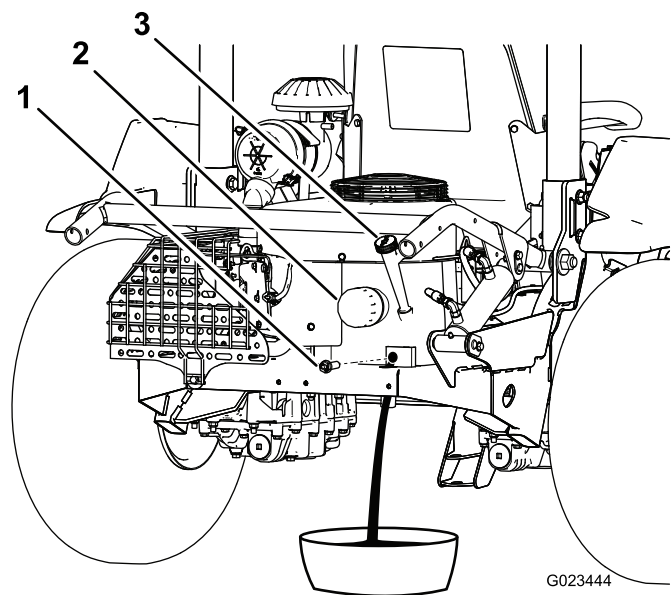

Figure 37
3. Enlevez le bouchon de vidange (Figure 37) et vidangez l'huile dans un bac adapté. Remettez le bouchon quand la vidange est terminée.